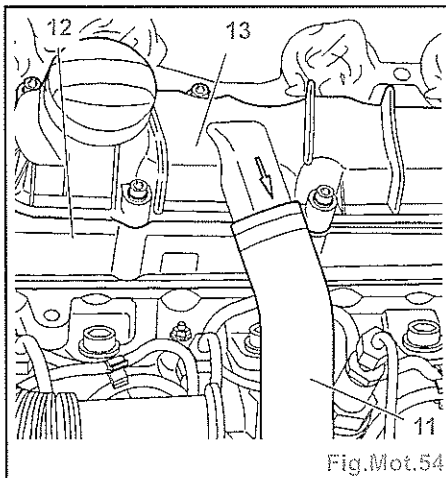

Fig.Mot.54
- les vis (8),
- la vis (9).
- la vis (9),
- le pignon d'arbre à cames (7),
- le moyeu d'arbre à cames (10).
- Désaccoupler et écarter la durite (11) (Fig.Mot.54).
- le couvre-culasse supérieur (13) (avec déshuileur intégré),
- le couvre-culasse inférieur (12).